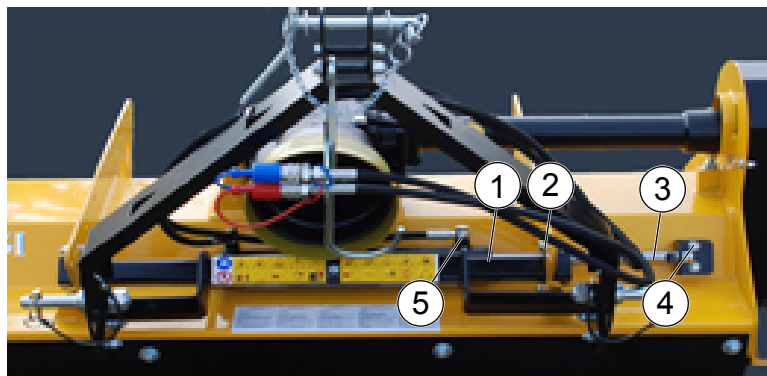

Fig.45
- Sollevare il gruppo spostamento fino a portare l'albero (1, "Fig.45") all'altezza della struttura. Avvitare le viti (2, "Fig.45") per fissare il gruppo di spostamento alla struttura.
- Collegare il cilindro idraulico (3, "Fig.45") al gruppo di spostamento tramite i tubi (4, "Fig.45") e alla struttura tramite la flangia (5, "Fig.45"). Avvitare le viti.
- Lift the side shift unit up to bring the shaft (1, "Fig.45") to the height of the structure. Tighten the screws (2, "Fig.45") to fix the side shift unit to the structure.
- Connect the hydraulic cylinder (3, "Fig.45") to the side shift unit through pipes (4, "Fig.45") and to the structure through the flange (5, "Fig.45"). Tighten the screws.
- Soulever le groupe déplacement jusqu'à porter l'arbre (1, "Fig.45") à la hauteur de la structure. Visser les vis (2, "Fig.45") pour fixer le groupe de déplacement à la structure.
- Brancher le verin hydraulique (3, "Fig.45") au groupe de déplacement parmi à travers les tuyaux (4, "Fig.45") et à la structure à travers la flasque (5, "Fig.45"). Visser les vis.
- Heben Sie die Seitenverschiebung (1, "Fig.45") bis den Welle (2, "Fig.45") zur der Höhe der Struktur. Ziehen Sie die Schraube (2, "Fig.45") um der Verschiebungseinheit an Struktur zu fixieren.
- Verbinden Sie der Hydraulik Zylinder (3 "Fig.45") an der Seitenverschiebung mit Schaluche (4, "Fig.45") und zur Struktur mit Flansch (5, "Fig.45"). Ziehen Sie die Schraube.
- Levantar el grupo desplazamiento hasta llevar la conexión (1,"Fig.45") a la altura de la estructura. Atornillar los tornillos (2, "Fig.45") para fijación del desplazamiento a la estructura.
- Conectar el cilindro hidraulico (3, "Fig.45") al desplazamiento por medio de tubos (4, "Fig.45") y a la estructura por medio de la brida (5, "Fig.45"). Atornillar los tornillos.
- Levantar o grupo de deslocamento até ao eixo (1, "Fig.45") estar à altura da estrutura. Apertar os parafusos (2, "Fig.45") para fixar o grupo de deslocamento à estrutura.
- Ligar o cilindro hidráulico (3, "Fig.45") ao grupo de deslocamento através dos tubos (4, "Fig.45") e à armação através da flange (5, "Fig.45"). Apertar os parafusos.